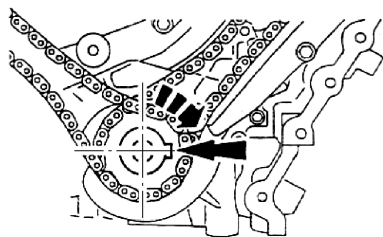

图 5-32 曲轴键槽位于 3 点钟位置
5) 顺时针旋转曲轴，转到曲轴键槽位于 3 点钟位置，如图 5-32 所示。